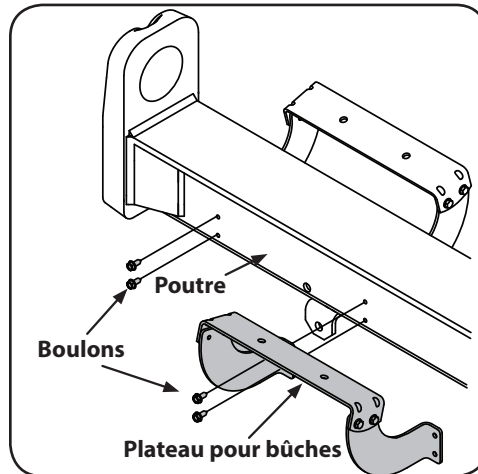

Figure 3-5
15. Enlevez le plateau de la poutre qui se trouve du côté de la soupape de contrôle. Pour ce faire, retirez les deux boulons hexagonaux qui fixent le plateau aux supports soudés de la poutre et les deux boulons hexagonaux de la poutre. Voir Figure 3-5.